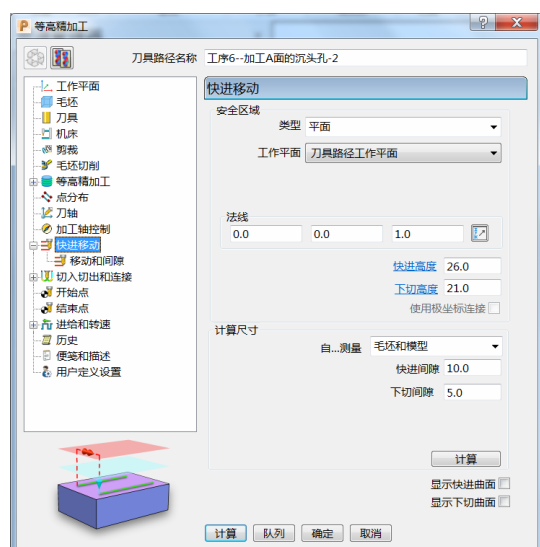

图 6-54
6) 快速移动: 安全区域类型选择“平面”, 工作平面选择“刀具路径工作平面”, 法线设定为 (0.0, 0.0, 1.0), 设定快速进间隙“10.0”、下切间隙“5.0”, 然后单击“计算”按钮。(图 6-54)